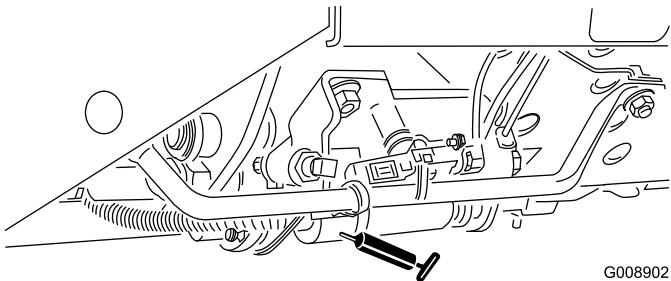

Bild 39
- Mähen-/Transportschieber (Bild 39)